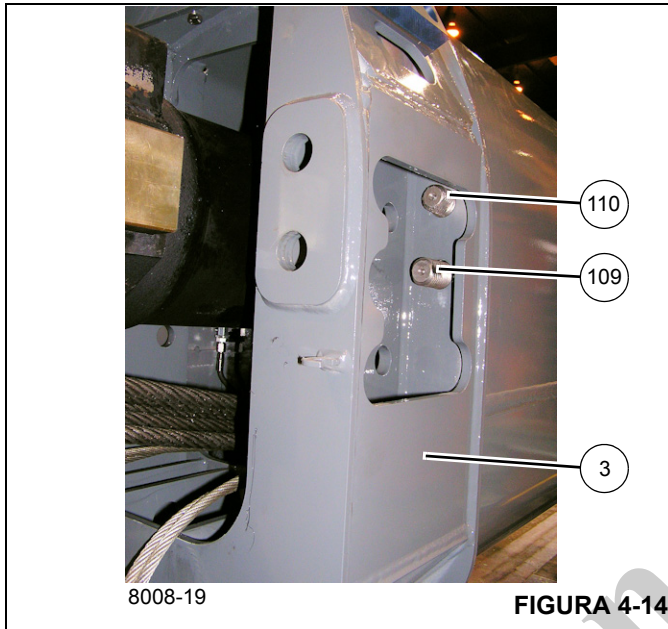

FIGURA 4-14
45. Bobine os quatro cabos de retração do telescópio 3 (65) e coloque-os sobre o cilindro telescópico (6).
46. Remova os dois cabos de extensão do telescópio 4 (109, 110) dos furos na parte traseira do telescópio 2 (3) (lados esquerdo e direito) (consulte a Figura 4-14).